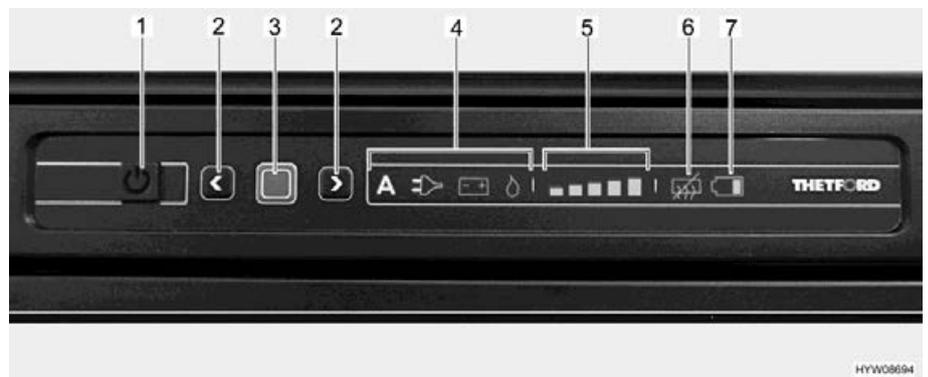

Bild 239 LED-Bedienfeld (Kühlschrank Thetford)
- Taste Ein/Aus (Bild 239,1) 1 Sekunde lang drücken. Die Taste leuchtet grün auf. Nach ca. 10 Sekunden wird die Anzeige aus Energiespargründen gedimmt.
- Bestätigungstaste (Bild 239,3) drücken. Die zuletzt gewählte Betriebsart wird angezeigt.
- Bestätigungstaste (Bild 239,3) ca. 2 Sekunden lang drücken. Die Betriebsartensymbole blinken.
- Manuelle Energiewahl: Mit den Pfeiltasten (Bild 239,2) die gewünschte Energiequelle auswählen.
- Automatische Energiewahl (nur bei Ausführung mit automatischer Energiewahl): Mit den Pfeiltasten (Bild 239,2) die Betriebsart "A" auswählen.
- Auswahl mit Bestätigungstaste (Bild 239,3) bestätigen.
- Bestätigungstaste (Bild 239,3) erneut drücken. Die Kühlstufen-Anzeige (Bild 239,5) blinkt.
- Zum Ändern der Einstellung die Pfeiltasten (Bild 239,2) drücken, bis die gewünschte Einstellung angezeigt wird.
- Taste Ein/Aus (Bild 239,1) etwa 2 Sekunden lang drücken. Alle Leuchten erlöschen. Der Kühlschrank ist abgeschaltet.
Kühltemperatur-Regelung Nach dem Einschalten wählt der Kühlschrank automatisch die zuletzt gewählte Thermostat-Einstellung. Diese Einstellung kann manuell mit den Pfeiltasten (Bild 239,2) nachgeregelt werden. Es dauert einige Stunden, bis der Kühlschrank die normale Betriebstemperatur erreicht hat. Beim Umschalten auf eine andere Betriebsart wird die Thermostat-Einstellung beibehalten.